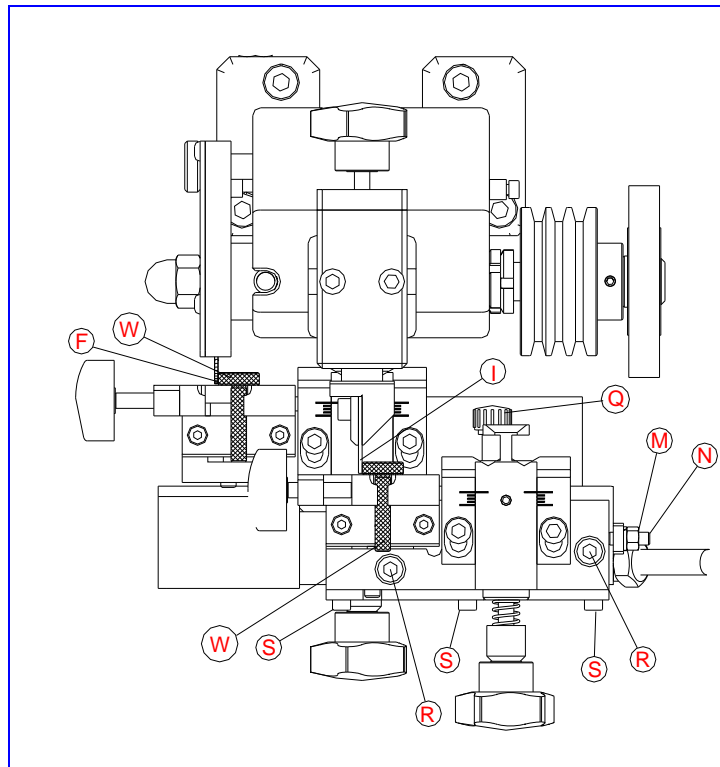
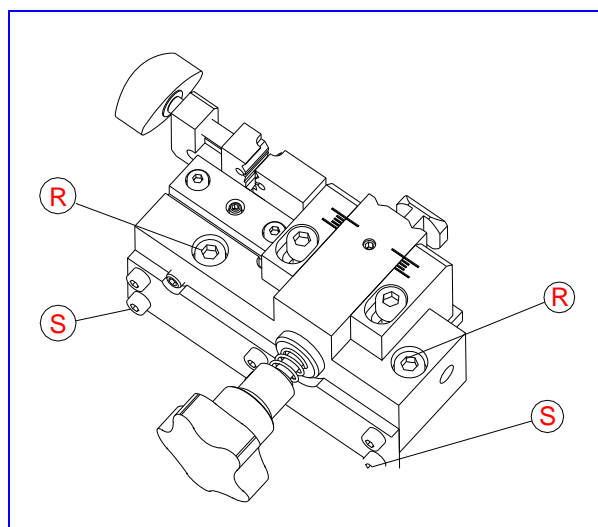

Fig. 15
Fig. 16
- Sistemare le due bacchette di regolazione (W) nei morsetti, come illustrato nella Fig. 15. Fare avanzare la bacchetta (Q) finché il morsetto non si trova nella corretta posizione di regolazione.
- Avvicinare i morsetti con le bacchette di regolazione (W) verso l'indice copiatore (I) e la fresa (F) fino ad appoggiarle sui medesimi.
- Allentare le viti (R,S) e il dado prigioniero (M,N) e con un martello di plastica battere leggermente sui lati, in modo tale che lo stesso coincida con il pezzo di regolazione. Vedi Fig. 16.